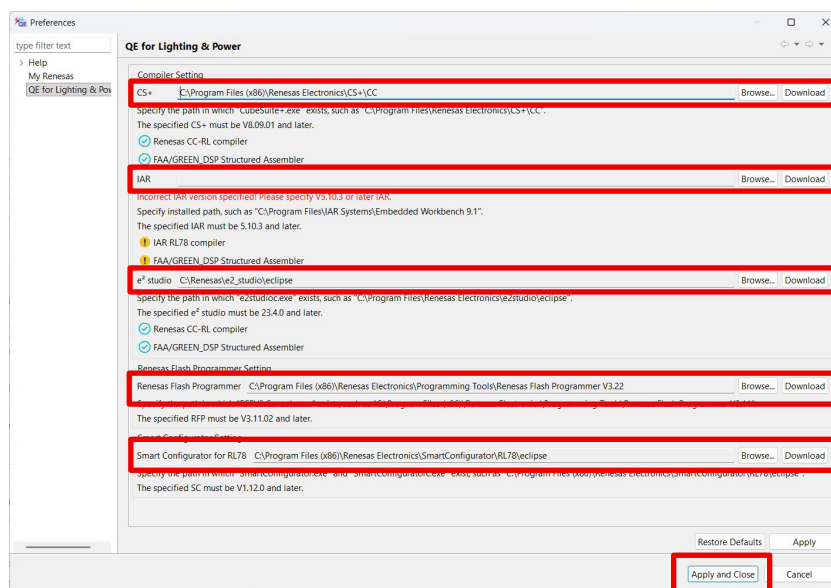

図 3.2 環境設定
- (2) 「CS+」または「IAR」または「e2 studio」、「Renesas Flash Programmer」(RFP)、「スマート・コンフィグレータ」のインストール場所が表示されます(図 3.2)。
- (3) これらのソフトが既にインストールされている場合は、指定のフォルダのパスが自動で入力されます。
- (4) インストールされていない、もしくは黄色の「！」が表示されている項目がある場合、そのソフトの項目の「ダウンロード」をクリックし、開かれた各社ホームページの指示に従って必要なソフトをダウンロード・インストールしてください。
- (5) 全てのソフトのインストールが完了したら“Apply and Close”をクリックしてください。